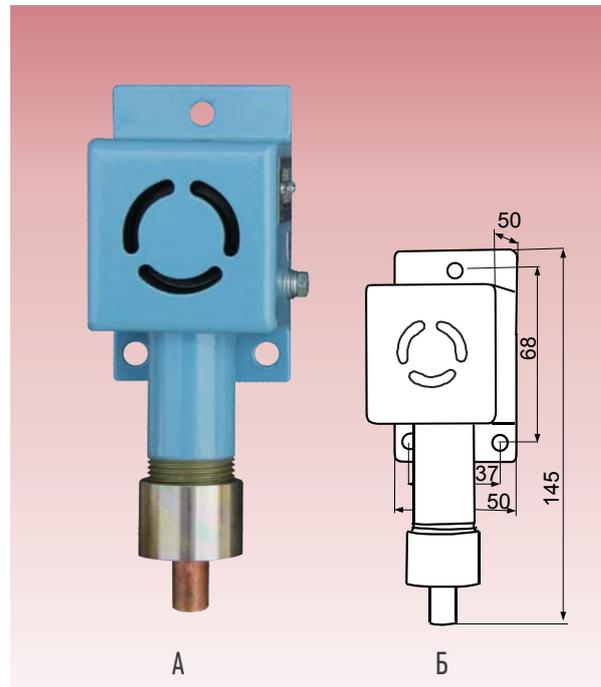

Рис. 1. Сигнализатор ВС-6-5/24: А - внешний вид, Б - габаритные и установочные размеры.
Устройство: корпус сигнализатора выполнен из алюминиевого сплава, имеет гальваническое антикоррозионное и защитное лакокрасочное покрытие. Полость корпуса заполнена эпоксидным компаундом. На лицевой панели корпуса расположен звуковой пьезоизлучатель (рис. 1). Соединение сигнализаторов осуществляется по двум проводам (рис. 2).
- 2) Наличие устройства крепления защитной оболочки кабеля - по умолчанию УКМ-10 (крепление металлорукава, диаметром 10мм) - показан на фотографии рис. 1. По заказу: "ВС-6-5/24-УКМ-12" (крепление металлорукава, диаметром 12 мм); "ВС-6-5/24-УКБК-15" (крепление бронированного кабеля, диаметром по броне до 15 мм); "ВС-6-5/24-УК16" (крепление металлорукава, бронированного кабеля, наружным диаметром до 16 мм).